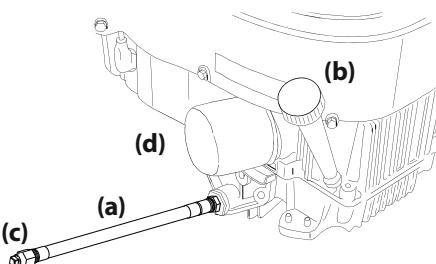

Figura 32
- Mientras sostiene el extremo libre de la manguera de drenaje de aceite sobre el recipiente de recolección de aceite, desenrosque el tapón con cabeza cuadrada de la manguera (c) del extremo de la manguera de drenaje de aceite. Consulte la Figura 32. Drene el aceite del motor dentro del recipiente recolector.